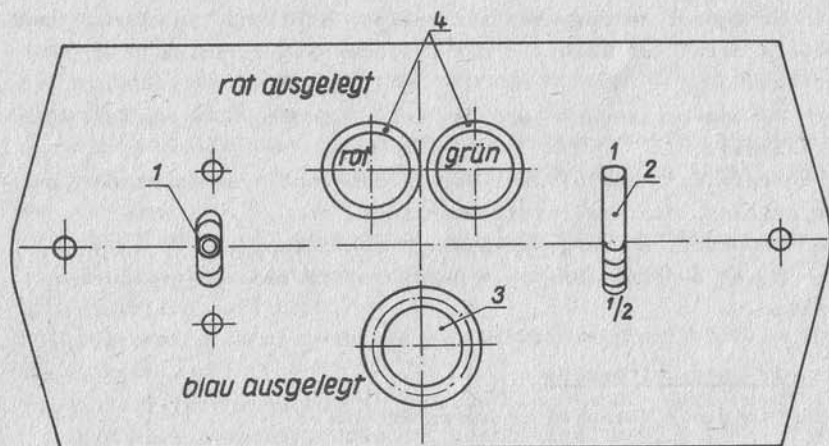

Bild 15 Schalttafel eines Heiz- und Lüftgerätes
- b) Den Schalter I (Bild 15, Pos. 1) in Stellung LÜFTEN schalten, die grüne Kontrollampe 4 leuchtet.